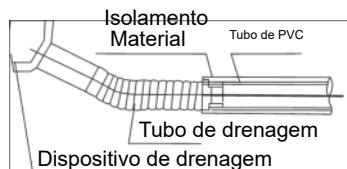

Figura 4.1
2) Ligar o tubo de drenagem de acordo com a figura 4.1.